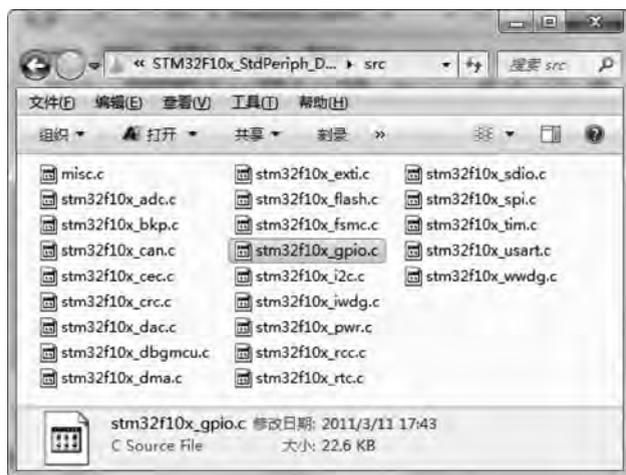

图 3-11 STM32F10x_StdPeriph_Driver\src 目录
(1) src 子目录: src 是 source 的缩写,该子目录下存放意法半导体公司为 STM32F10x 每个外设而编写的库函数源代码文件,如图 3-11 所示。